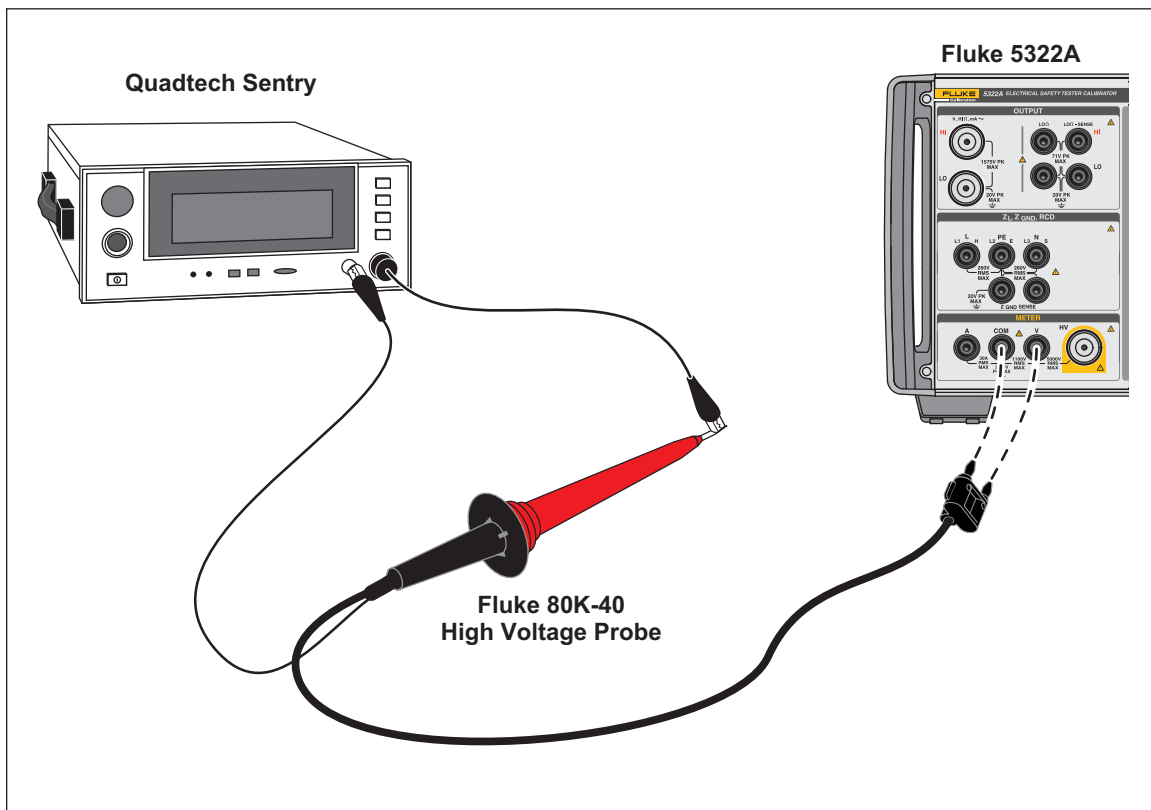

Abbildung 62. Verwendung des 40-kV-Hochspannungstastkopfs
2. Schließen Sie das DUT über den Hochspannungstastkopf an das Produkt an, wie in Abbildung 62 gezeigt. Stellen Sie sicher, dass die Masseseite der mit zwei Bananensteckern ausgestatteten Prüflleitung des Tastkopfs 80K-40 an Anschluss „COM“ des Messgeräts 5322A angeschlossen ist.